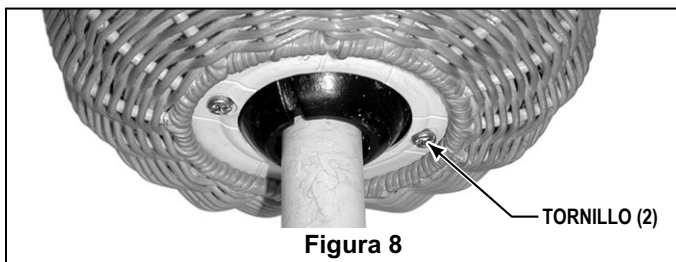

Figura 8
3. Sujete la cubierta del techo al soporte colgante con los tornillos incluidos (tornillos enviados ya roscados en el soporte colgante)(Figura 8). Su ventilador está conectado ahora para encenderse y apagarse con el control de velocidad de la cadena.